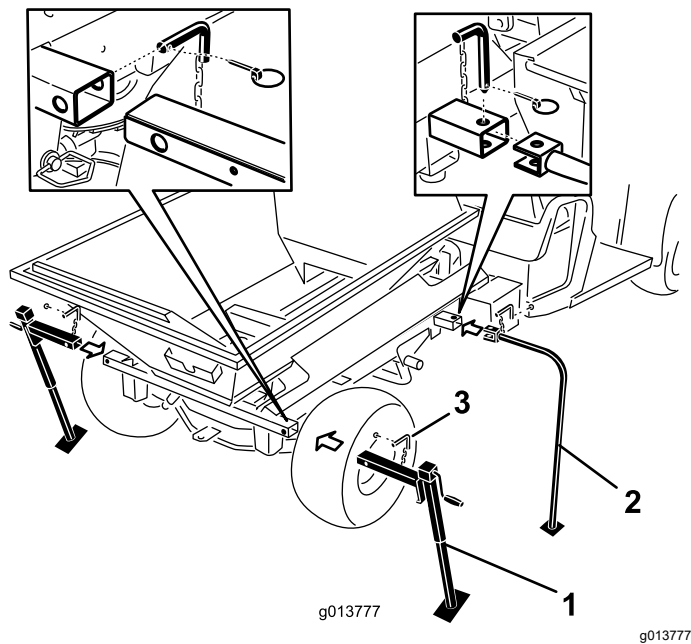

図 51
7. プロパスに、保管用スタンドの前脚と後部ジャッキを取付け、ロックピンで固定する 図 51。